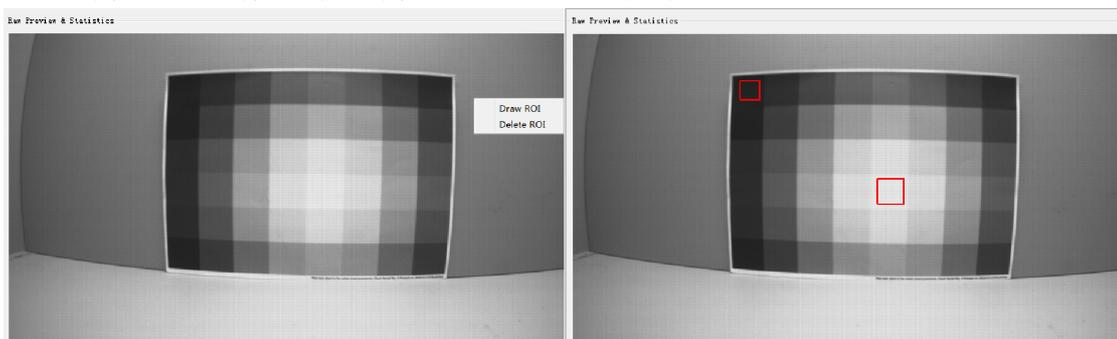

图4-6-1-1
- 选择YNR Capture 页面，首先拍摄一张raw图，在右侧预览界面中右键选择Draw ROI，分别依次框选预览图中的最亮块和最暗块（后面将以黑块和白块表示），可以通过双击矩形框内部来切换要重绘的矩形框，固定图像位置及矩形框位置，进行NR拍摄，如图4-6-1-1所示；